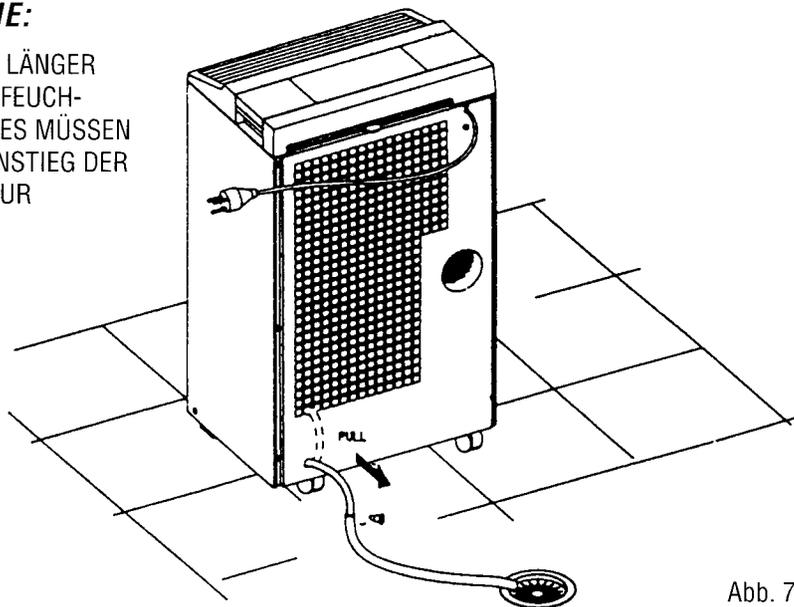

Abb. 7
Für diese Art der Installation muß der Abluftschlauch abgenommen und verstaut werden. Während des gesamten Entfeuchtungsvorganges muß das Gerät mit Hilfe eines etwas größeren Schlauches mit einem Abflußkanal verbunden sein (Abb. 7).
- Das Gerät muß mit einem Abflußkanal verbunden sein (siehe Abb. 7). Drücken Sie den Knopf (6), um die Trocken-Funktion einzuschalten. Die Anzeige (19) leuchtet auf.